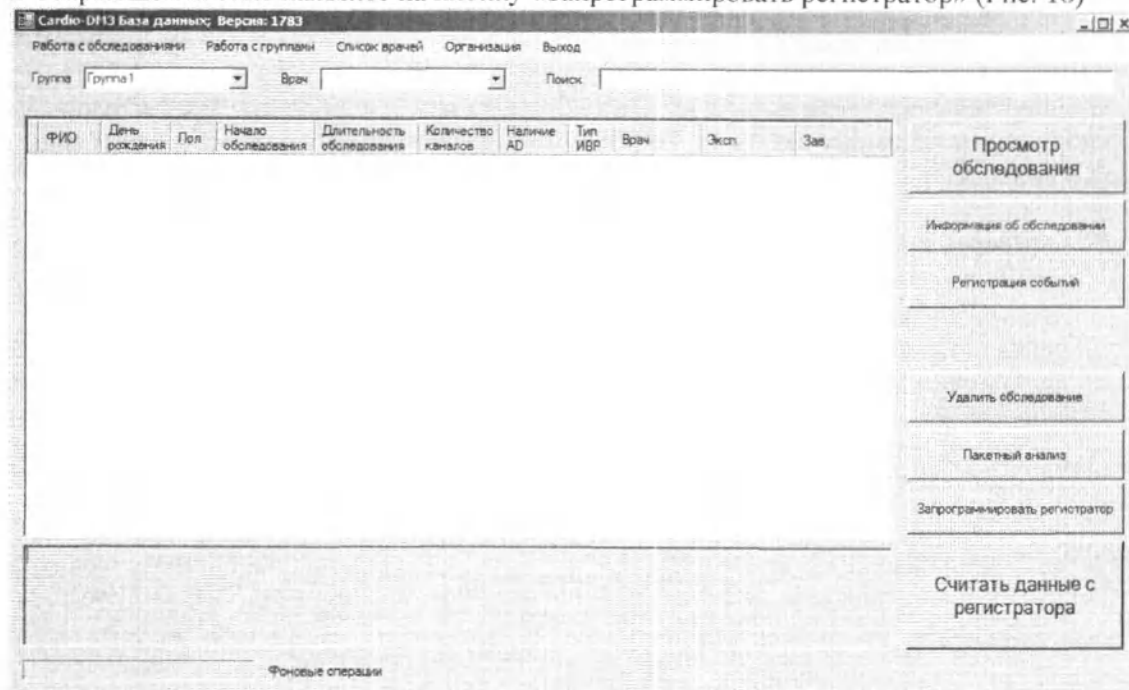

Рис. 16. Окно «База Данных»
3. В открывшемся окне нажмите на кнопку «Запрограммировать регистратор» (Рис. 16)